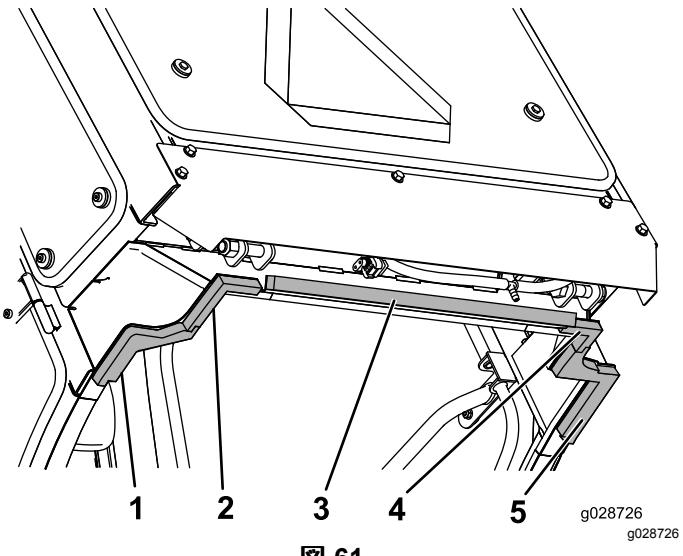

図 61
1. 図 61に示すように、キャブの後部に後部用ウレタンを、タブに合わせて貼り付ける。
2. 左後用と、右後用のウレタンシールを、キャブフレームの後部下側エッジ部の内側コーナーに取り付ける 図 61。
3. 左中と右中のウレタンシールの一番内側のエッジを、左後と右後のウレタンシールに合わせてタブをインタロックする 図 61。